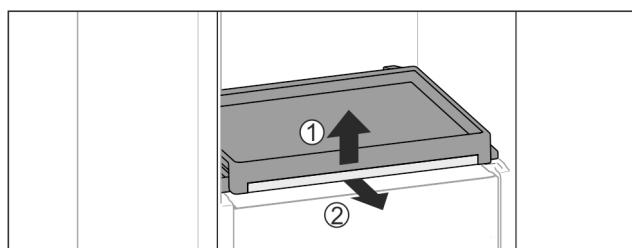

Fig. 111
- Витягніть витяжну панель зі скляною полицею: Підніміть трохи скляну полицю спереду Fig. 111 (1) та витягніть вперед Fig. 111 (2).